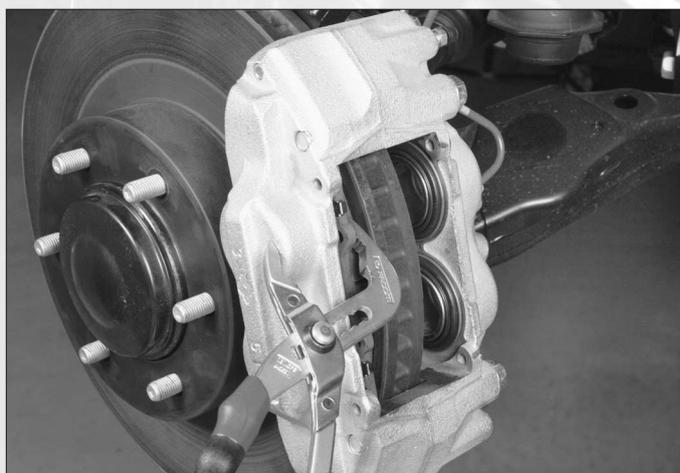

FIG. 9
- Rentrer les pistons à l'aide d'une pince multiprises en exerçant une pression constante sur les plaquettes usagées (fig. 9).